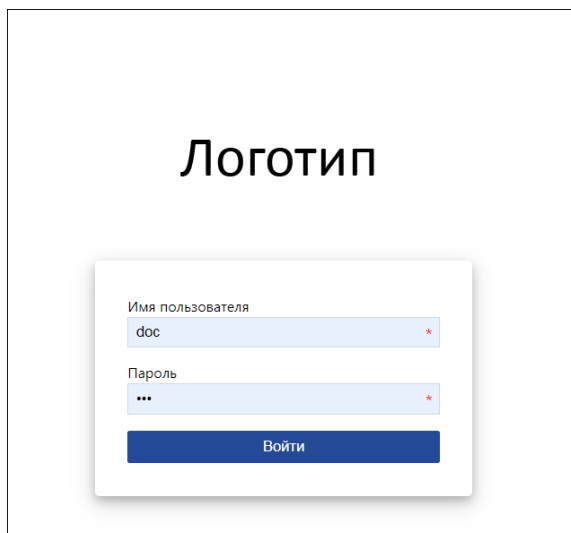

Рис. 1.1.2. Место для логотипа главной страницы.
Для настройки внешнего вида системы мониторинга под потребности организации можно выполнить изменение следующих элементов интерфейса (рис. 1.1.2):
- ✓ Логотип на главной странице (рис. 1.1.2). Требования к размеру изображения: 450 x 450 пикселей.